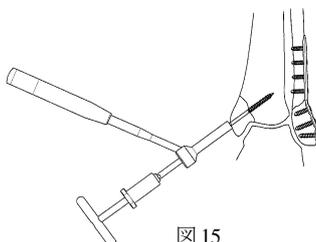

図15
- 15) 経皮的挿入器のドリルスリーブを取り外し4.0CCS タップにてプレタップを行います。(図15) 後端にはTハンドルが接続されます。